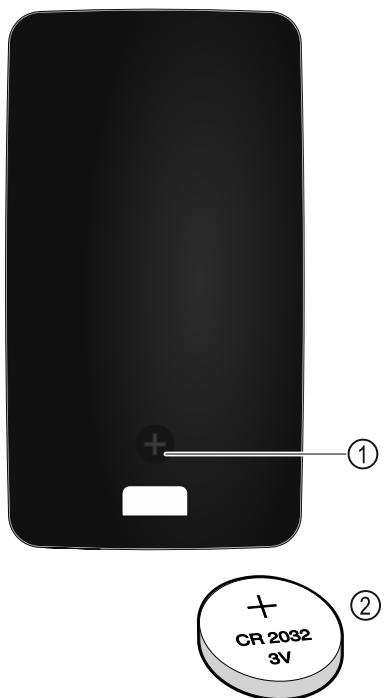

Fig. 230
Opskrbu elektroenergijom daljinskog upravljača pruža baterija tipa CR 2032 od 3 V Fig. 230 (2) koja je dostupna u specijaliziranim trgovinama.
- ▶ Odvignite vijak Fig. 230 (1) na stražnjoj strani daljinskog upravljača.